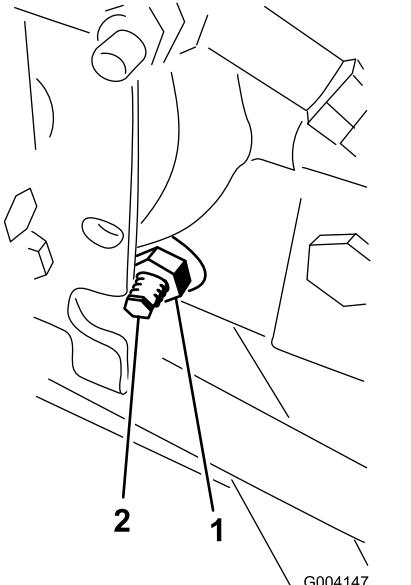

図 82
3. ハイドロスタットの右側にあるトラクション調整カムのロックナットをゆるめる図 82。